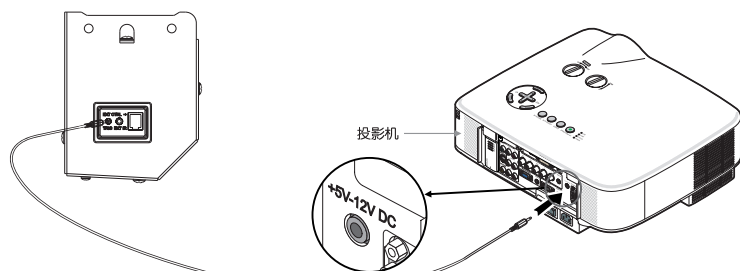

图17
- 1、将触发器线(另行选购)一端插入外壳左端端盖的触发器接插孔TRIG(如图17)，另一端插入投影机的12V输出孔。